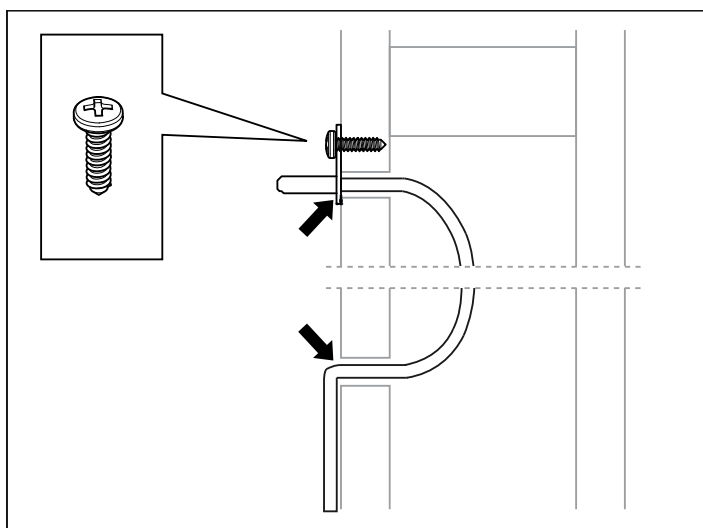

Fig 10: Tät eventuella hål
8. Montera sensorn på väggen se . Här syns sensorn monterad med Tylö Sensorkåpa (tillval artikelnr: 9600 0038). Termistorledningen kan även dras igenom väggen. Tät eventuella hål i väggen bakom sensorn, se Fig 10. Termistorledningen kan förlängas utanför bastun med svagströmsledning (2-ledare).